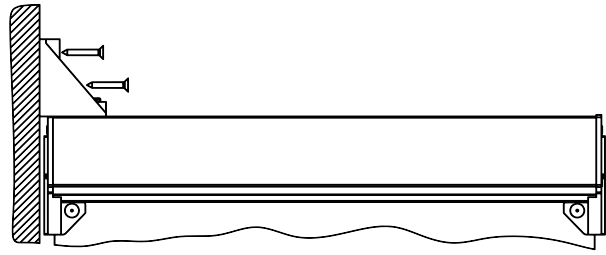

Рисунок 6. Боковое крепление
- Для бокового крепления к стене используется: планка – 1 шт. и кронштейн – 1 шт. (рисунок 6).